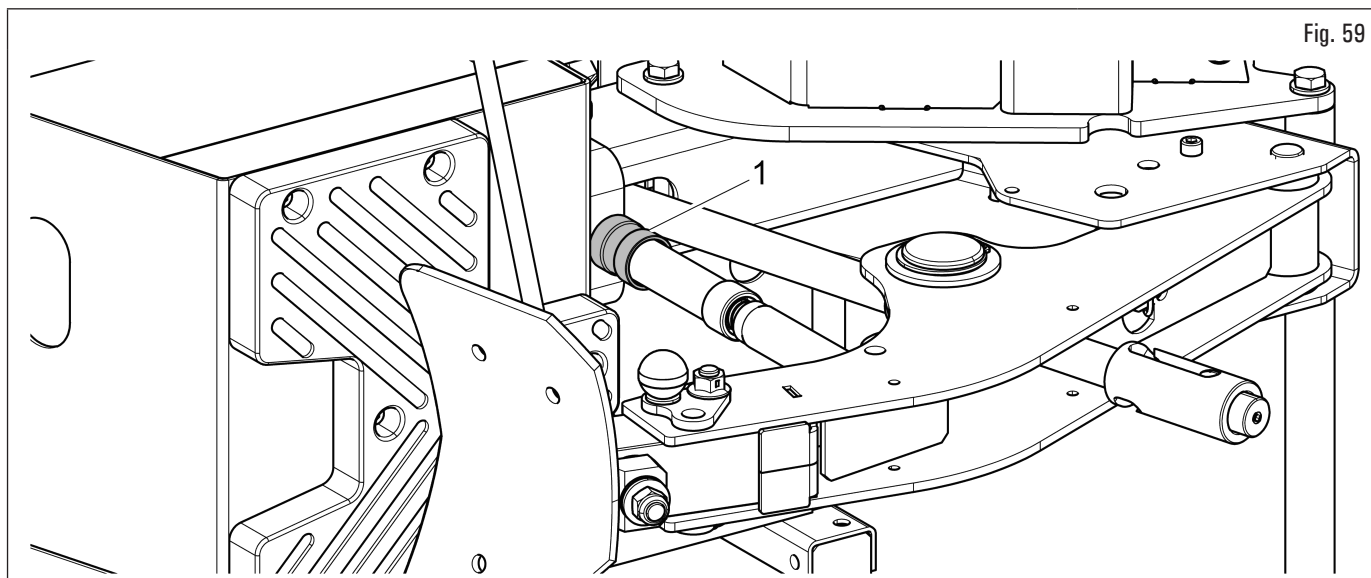

Fig. 59
2. régler la course du limiteur course décolle-pneus en agissant sur sa bague de réglage (Fig. 59 réf. 1), de manière à ce que la palette puisse pénétrer au-delà du bord de jante sur une hauteur égale à la hauteur d'une cale de la rallonge pousse-talon ;